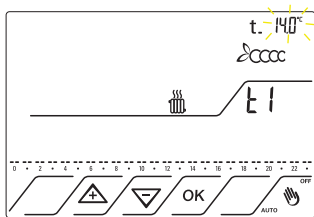

Fig.28
7.4 Premere il tasto OK. Sul display compare la prima fascia di temperatura relativa a T1 14°C . Fig.28